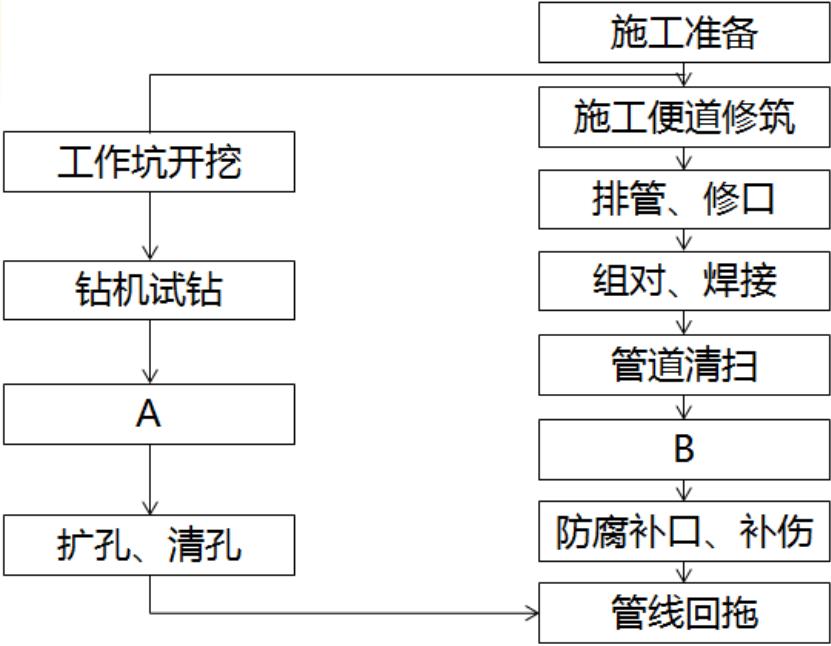

图3 定向钻施工工艺流程图
A公司承接一城市天然气管道工程，全长5.0km，设计压力0.4MPa，钢管直径DN300mm，均采用成品防腐管。设计采用直埋和定向钻穿越两种施工方法，其中，穿越现状道路路口段采用定向钻方式敷设，钢管在地面连接完成，经无损探伤等检验合格后回拖就位，施工工艺流程如图3所示，穿越段土质主要为填土、砂层和粉质黏土。
1. 写出图3中工序A，B的名称。